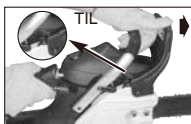

Fig. 7B
2. KÆDEBREMSSEN er TILKOBLET (kæden kan ikke flyttes), når bremsearmen er i forreste position, og kædebremselåsen står på TIL. Herefter bør det ikke være muligt at flytte kæden. (Fig. 7B)